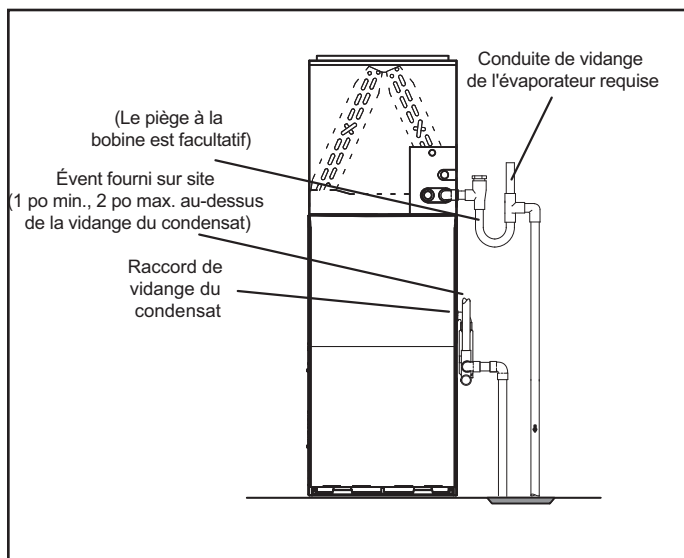
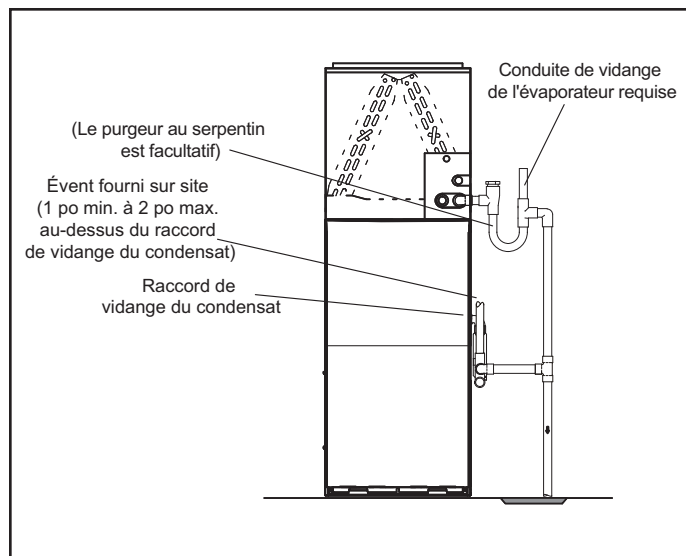

Figure 39. Générateur d'air chaud avec serpentin d'évaporateur utilisant un drain séparé
Figure 42. Générateur d'air chaud avec serpentin d'évaporateur utilisant un drain commun
5. Les Figures 39 et 40 montrent le générateur d'air chaud et le serpentin d'évaporateur utilisant un drain séparé. Si nécessaire, la conduite de condensat du générateur d'air chaud et du serpentin d'évaporateur peuvent vidanger ensemble. Voyez les Figures 42 et 43.
Générateur d'air chaud à ventilation ascendante (Figure 39) - Dans les applications à ventilation ascendante, l'évent fourni sur le site doit être à une distance minimale de 1 po et maximale de 2 po au-dessus du raccord de sortie de la vidange du condensat. Toute distance supérieure à 2 po peut entraîner l'inondation de l'échangeur de chaleur si la conduite de vidange principale combinée était obstruée.